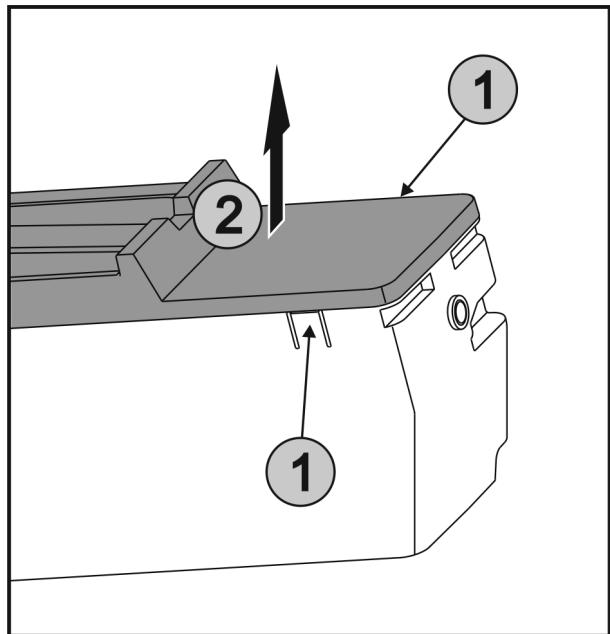

Fig. 40
- Натиснете едновременно езичетата Fig. 40 (1) от двете страни на EasyTwist-Ice и свалете капака Fig. 40 (2) нагоре.